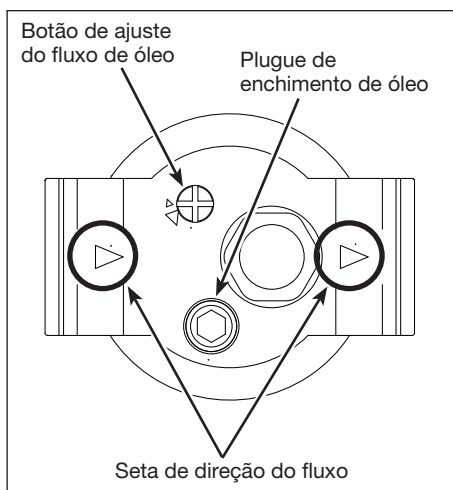

Figura 2 - Detalhe exibindo o local da seta de direção de fluxo e o plugue de enchimento de óleo
1. Localize a seta de direção do fluxo de ar (Consulte a Figura 2, detalhes). Esta seta mostra a direção do fluxo do ar.
3. Verifique se a seta está voltada para a direção do fluxo do ar. (Consulte a Figura 2)
3. O fluxo de óleo é controlado pelo parafuso de ajuste cilíndrico estreito (Consulte a Figura 2). Gire no sentido
4. O lubrificante pode ser enchido enquanto o sistema está sob pressão. Remova lentamente o plugue de enchimento de óleo (Consulte a Figura 2) para permitir o alívio da pressão do ar. Após o plugue de enchimento de óleo ser removido, despeje óleo no lubrificante e substitua-o. Recoloque o plugue de enchimento de óleo antes de retomar a operação. De maneira alternativa, o reservatório pode ser removido uma vez que o plugue de enchimento de óleo for removido. Se o reservatório for removido para substituir o óleo, certifique-se de que o reservatório tenha sido colocado no lugar novamente e que seu anel tenha sido apertado antes de recolocar o plugue de enchimento de óleo.